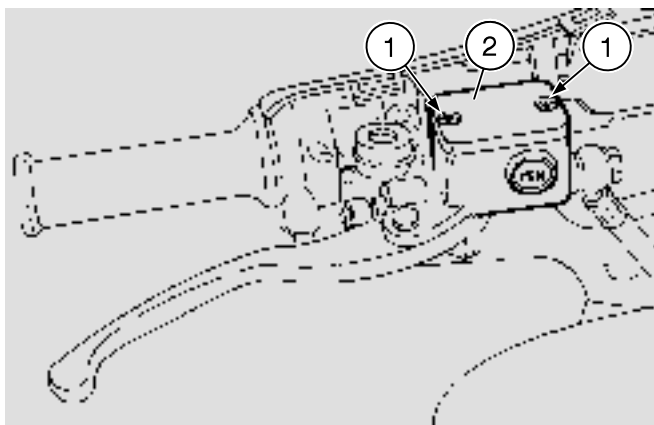

Fig. 16
- ◆ Dévisser les deux vis (1-Fig. 16).
- ◆ Enlever le couvercle (2-Fig. 16).
- ◆ Remettre le couvercle (2-Fig. 16).
- ◆ Visser et serrer les deux vis (1-Fig. 16).